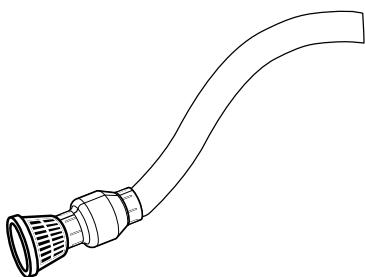

Figura 2
- 3. Instale una válvula de retención (que no se incluye con la bomba) en el punto de entrada de la tubería de succión para ayudar a mantener el cebado de la bomba. (Figura 2).
4. Instale un filtro de vacío (que no se incluye con la bomba) en el punto de entrada de la tubería de succión para prevenir que se introduzcan materiales abrasivos o desechos (Figura 2). Coloque el filtro de modo que no se tapone con piedras o desechos.